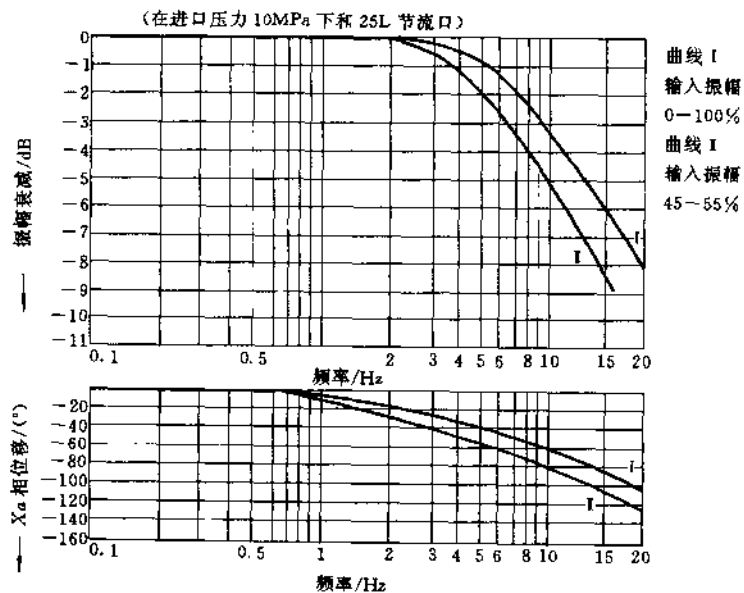

图 21.6-2 2FRE * */20B 二通比例调速阀频率响应曲线
• 2FRE * * /20B 二通比例调速阀频率响应曲线见图 21.6-2。